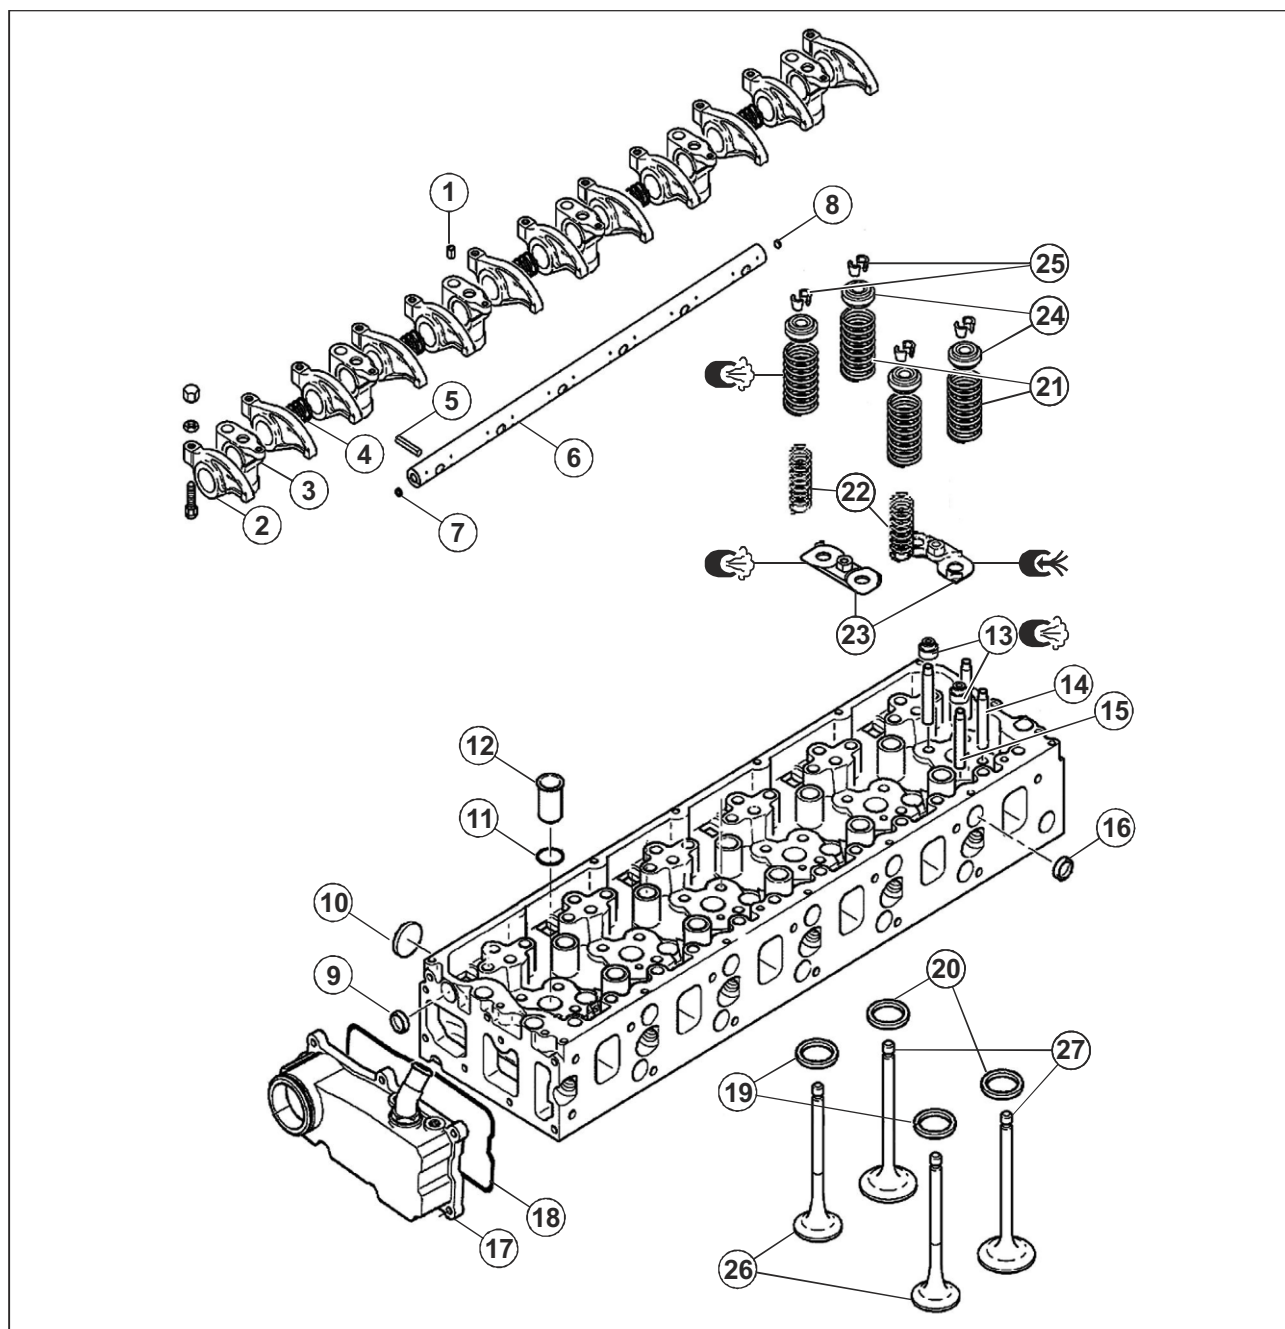
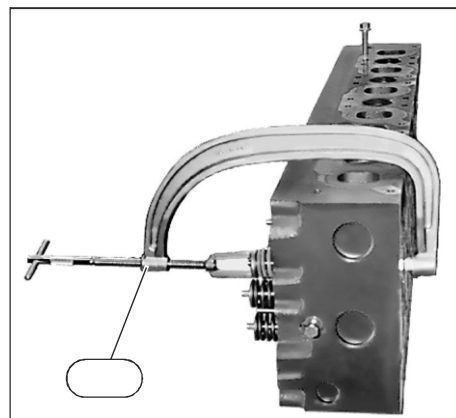
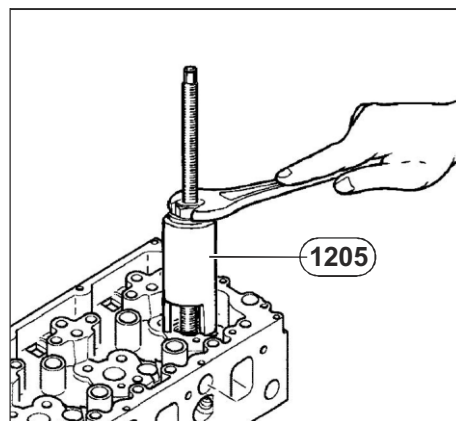

Рис. 58. Развернутая схема головки цилиндров.
Рис. 61. Снятие клапанов.
Рис. 62. Снятие стакана форсунки.
(см. Рис. 58)
8. Снять коробку слива ОЖ с головки (17) (см. Рис. 58).
9. Снять прокладку (18) коробки слива охлаждающей жидкости.
10. Сжать пружины, используя приспособление 983 (см. Рис. 61).
11. Вынуть сухари (25).
12. Снять тарелки (24) и пружины (21, 22).
13. Извлечь опорные шайбы пружин (23).
15. Снять манжеты клапанов (13).
19. Извлечь стаканы форсунок (12), используя приспособление 1205 (см. Рис. 62).
20. Извлечь кольцевое уплотнение (11) стакана.
**4.9.1.1. Разборка коромысел с осью и стойками.** (см. Рис. 58)
**4.9.1.2. Сборка коромысел с осью и стойками.** (см. Рис. 58)
1. Установить заглушки (**9, 16**) (см. **Рис. 58**), используя приспособления **3016 + 2363** 25 мм.
2. Установить заглушку (**10**) (см. **Рис. 58**), используя приспособление **3016 + 2363** 42 мм.
1. Установить уплотнительное кольцо (**11**) в канавку головки (см. **Рис. 58**).
3. Установить на место стакан форсунки (**12**) (см. **Рис. 58**).
**Установка клапанов (см. Рис. 58):**
1. Установить манжеты (13) на направляющие втулки выпускных клапанов.
3. Установить шайбы пружин опорные (23).
4. Установить пружины (21, 22) с тарелками (24).
5. Установить сухари (25), используя приспособление 9838 (см. Рис. 61).